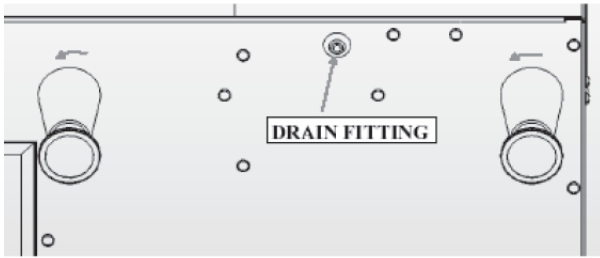

Fig. 1
2. Use las (6) patas ajustables para nivelar el distribuidor.
3. Una vez nivelada la unidad, ajuste las tres patas delanteras hacia afuera otros 1.5 mm (1/16") para crear una ligera pendiente hacia la parte trasera del distribuidor. (Vea la Fig. 1 abajo)
1. Desenrosque las patas delanteras central y derecha (Fig.1) - lo suficiente para permitir que el soporte de montaje se deslice por debajo de ellas (~ 3 mm (1/8")).